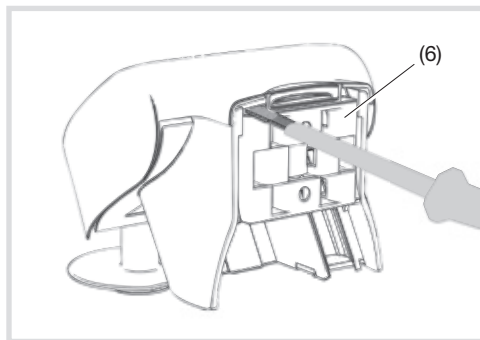

Figura 4: allentare il supporto per fissaggio su palo/a parete
La stazione meteorologica viene fornita con un supporto da parete o da palo (6). Il supporto è fissato alla parte posteriore dell'involucro (figura 4).
- Per staccare il supporto per fissaggio su palo/a parete (6), svitare mediante un cacciavite e spingerlo verso il basso (figura 4).